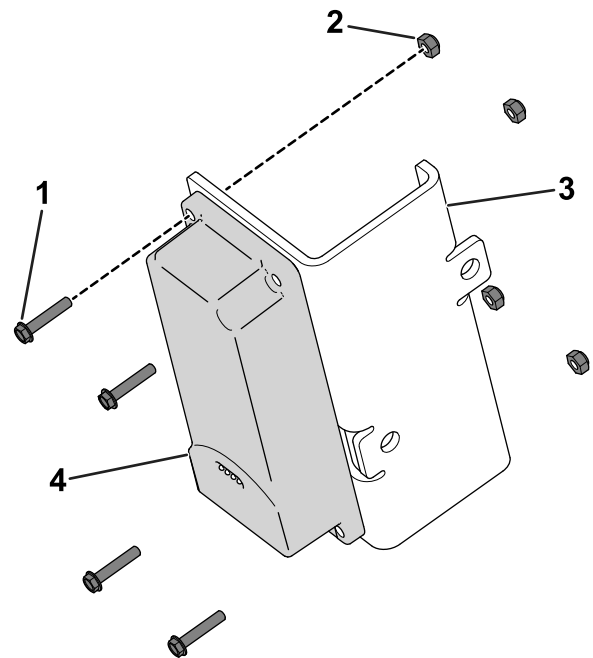

Bild 10
- 1. Verwenden Sie vier Sechskantschrauben (Gr. 10 x 1") und vier Sicherungsmuttern (Gr. 10), um das Telematikgerät an der Gerätehalterung zu befestigen (Bild 10).